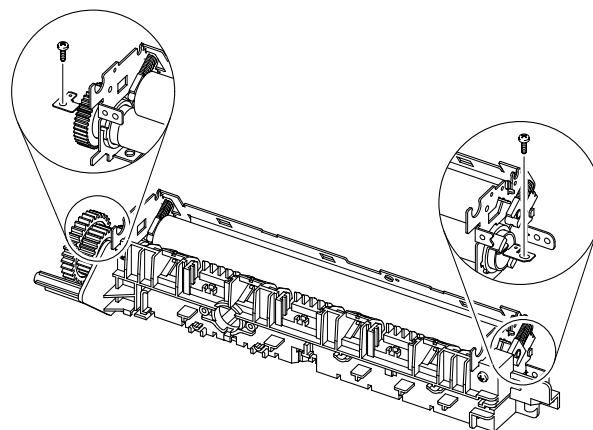

Рисунок 9
11. Открутите винт, крепящий жгут, затем выньте термистор, рисунок 9.